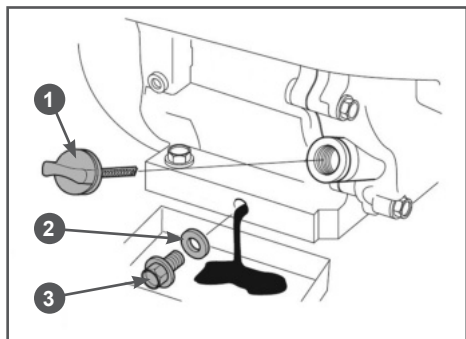

Рис. 23 Замена моторного масла
(1) Техническое обслуживание должно осуществляться более часто, при работе в пыльных условиях.
(2) Эти работы должны выполняться только в авторизованном сервисном центре.
- Осторожно открутите крышку-щуп 1 из маслозаливной горловины, протрите её насухо и отложите в сторону (Рис. 23).
- Открутите пробку для слива масла и слейте отработанное масло в подготовленную для этого емкость (Рис. 23).